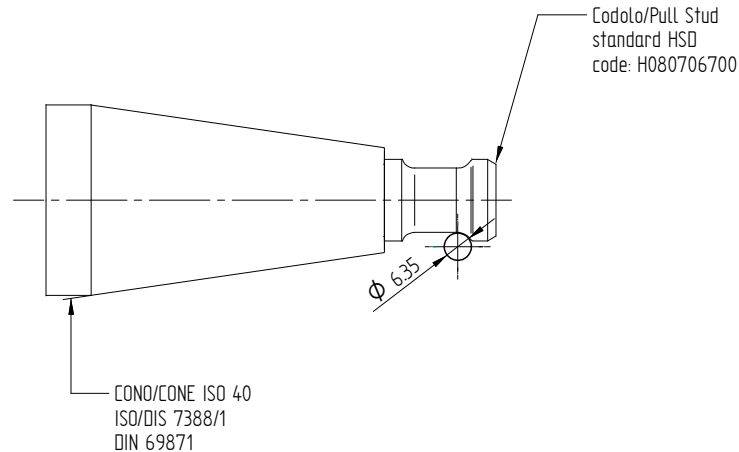
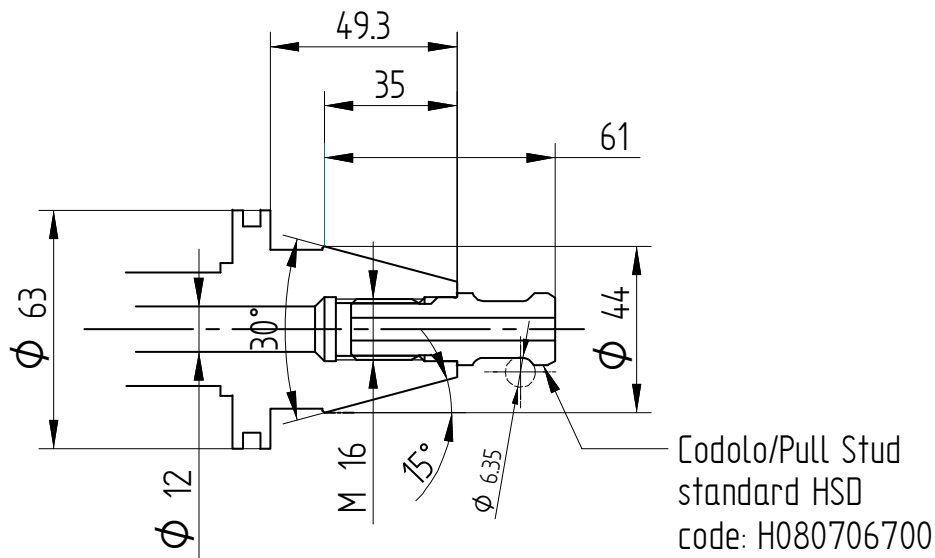

Figura 10-2 – ISO 40 Standard
Figura 10-3 – ISO 40 Speciale
- La geometria della conicità dei coni ISO standard deve rispecchiare la norma DIN69871 (vedi Figura 10-2), per la versione speciale seguire le indicazioni del produttore (vedi Figura 10-3);